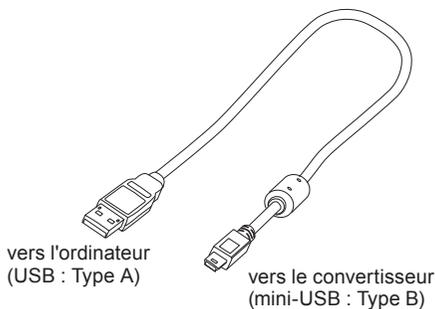

Fig 1. Câble du connecteur
* Câble : USB (Type A) - mini-USB (Type B) (Fig. 1).